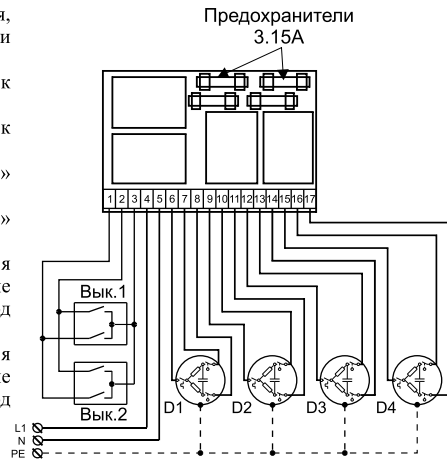

Рисунок 2. Типовая схема подключения ГУ-4
- Ознакомиться с типовой схемой подключения (см. рис. 2).
- Ввести кабель таким образом, чтобы кабельный ввод обжал внешнюю изоляцию кабеля (см. рис. 2).